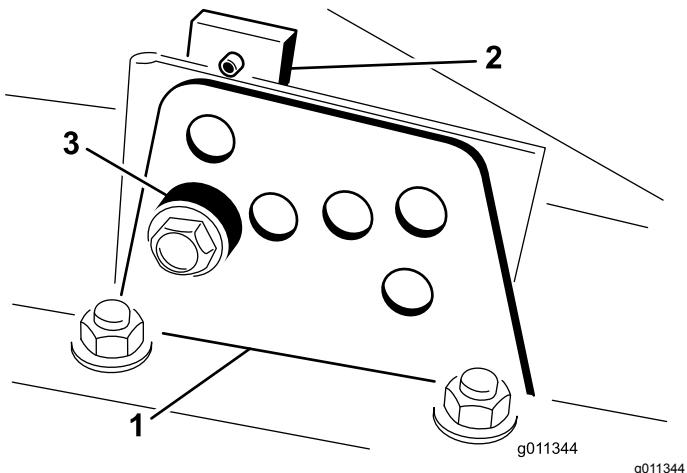

Bild 15
2. Lockern Sie die Schrauben, mit denen die Schnitthöhenhalterungen an der Schnitthöhenplatte (vorne und an beiden Seiten) befestigt sind, siehe (Bild 15).
4. Entfernen Sie das Distanzstück, während Sie gleichzeitig die Kammer abstützen (Bild 15).